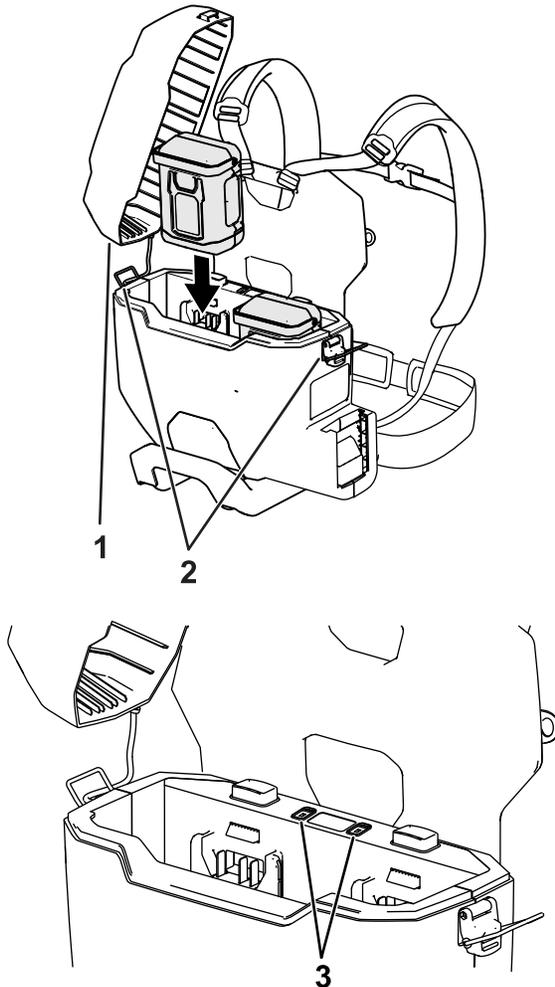

Figure 12
6. Glissez la batterie dans le bloc dorsal jusqu'à ce qu'elle soit complètement enfoncée et enclenchée en place (**Figure 12**).